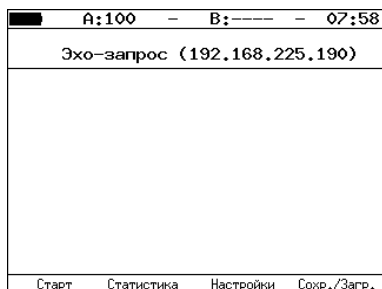

Рис. 7.67. Меню «Эхо-запрос»
2. Перейти в меню «Эхо-запрос» (см. рис. 7.67). Нажать на клавишу **F3** («Настройки»).